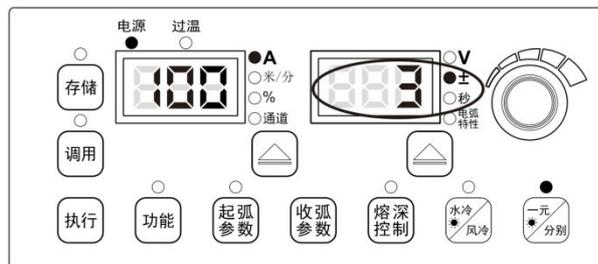

图3-6 一元化匹配电压修正值界面
2. 将**右循环切换键**切换至一元化电压修正值“±”，指示灯亮或闪烁时，通过调节送丝机上的电压旋钮或焊接电源上的面板旋钮，可对一元化模式下自动匹配的电压进行微调，如图 3-6 所示。通过**右循环切换键**可查看匹配电压值和弧长修正值。